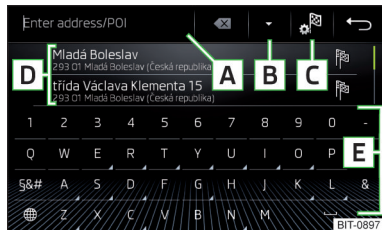
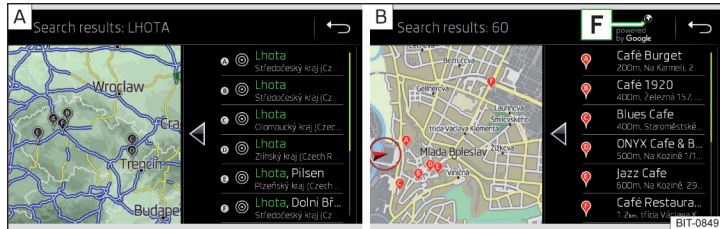

Abb. 208
Abb. 209 Liste der aufgesuchten Ziele: in den Navigationsdaten / online
## Funktionsflächen » Abb. 208 und » Abb. 209
Im Bereich **D** » Abb. 208 wird eine Liste der aufgesuchten Ziele angezeigt.
- **oder:** Die Funktionsfläche **B** » Abb. 208 antippen.
-  In den Navigationsdaten aufgesuchte Ziele » Abb. 209 - **A**.
-  Online aufgesuchte Ziele » Abb. 209 - **B**.
Im Menü zur Zielsuche im Bereich **D** » Abb. 208 auf Seite 186 wird eine Kurzliste der letzten Ziele angezeigt.